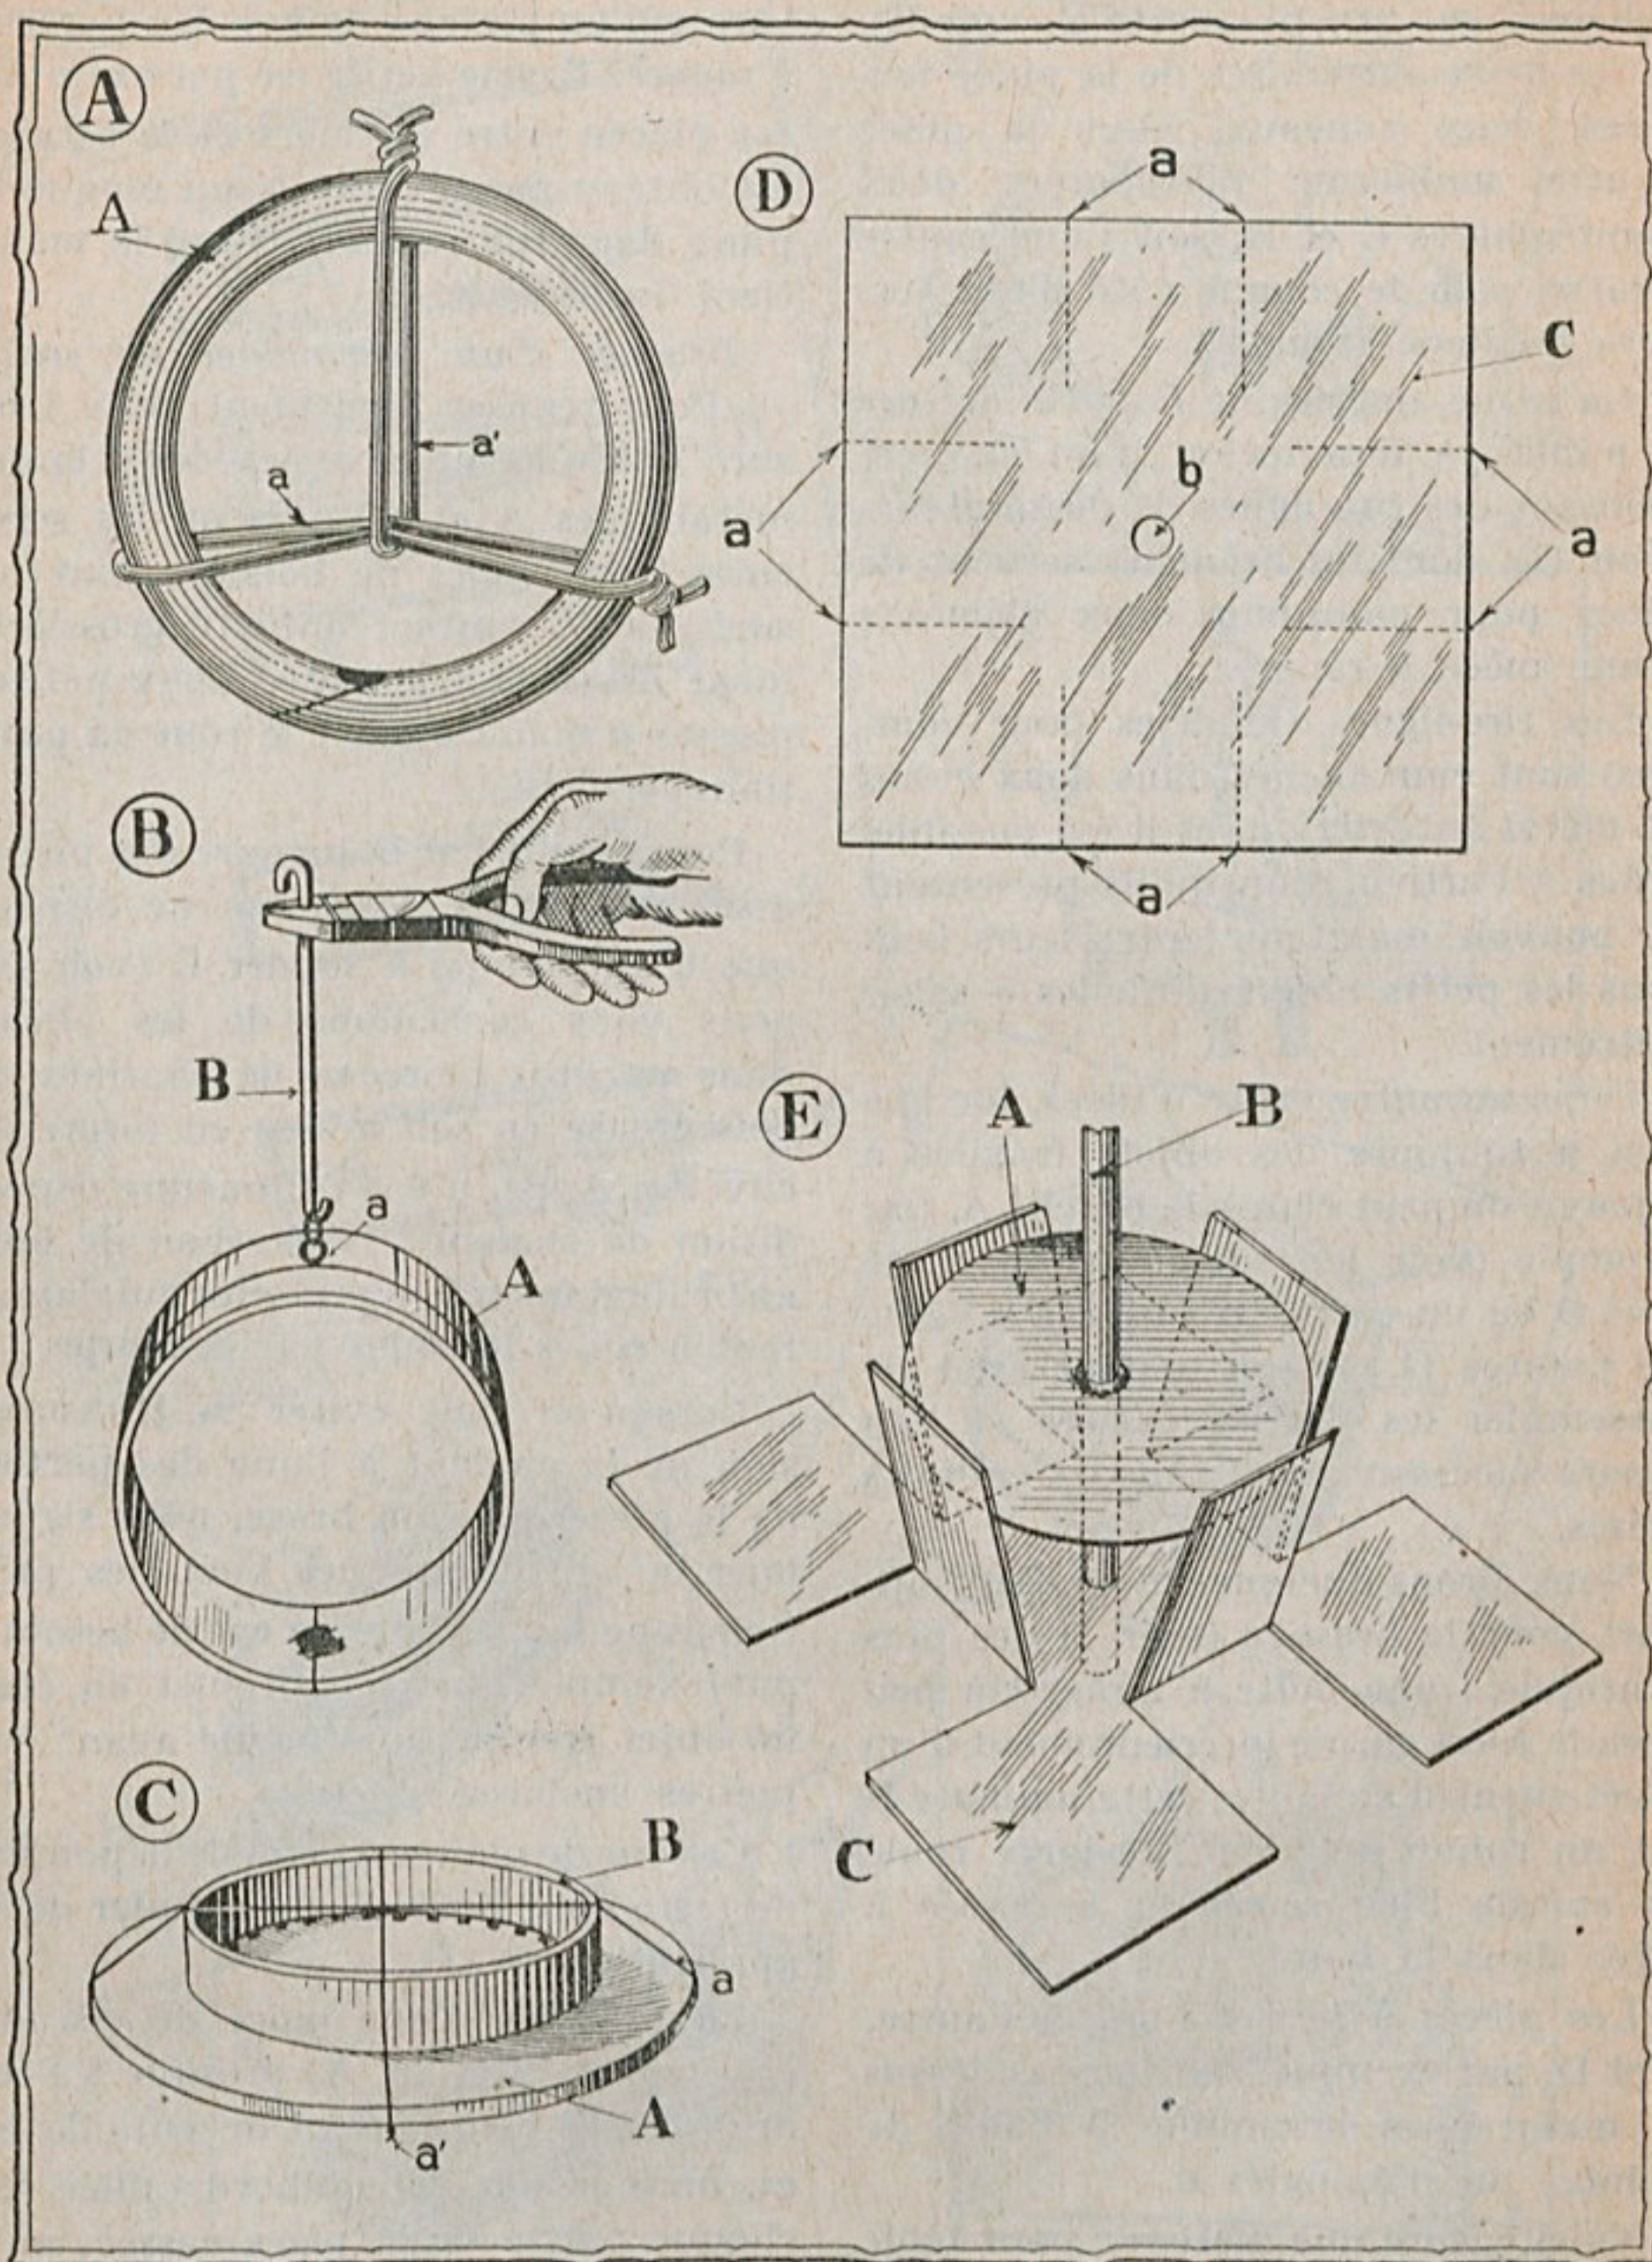

Figure 24
*Brasage d'un anneau.* — Cette opération est simple (fig. 24, A), les lèvres de l'anneau A, qu'il s'agit de fermer, sont ajustées en biseau, puis on dispose deux ligatures en fil de fer *a* et *a'* que l'on serre suffisamment pour que les lèvres soient en contact parfait.